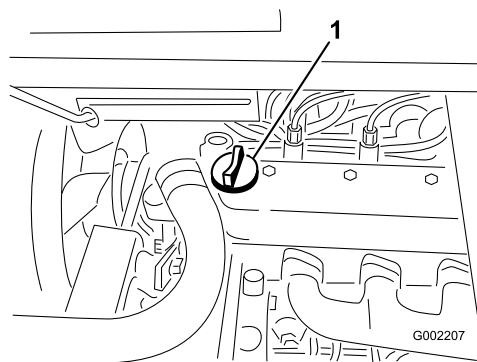

Bild 17
3. Wenn der Ölstand niedrig ist, nehmen Sie den Deckel des Einfüllstutzens von der Ventilabdeckung ab (Bild 17) und füllen Sie Öl auf, bis der Ölstand die Vollmarke am Peilstab erreicht. Angaben zur richtigen Ölsorte und zur Viskosität finden Sie unter „Warten des Motoröls“ im Abschnitt „Wartung“. Gießen Sie Öl langsam ein und prüfen Sie den Ölstand häufig während des Füllens. Füllen Sie nicht zu viel ein.